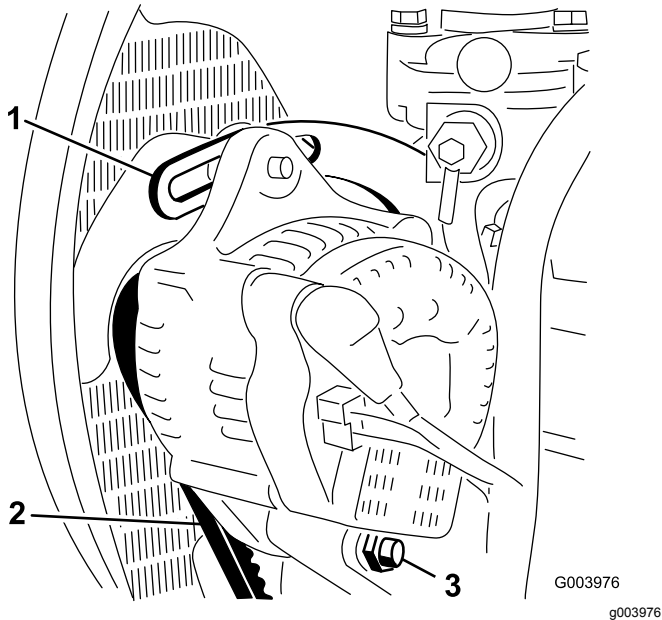

图71
2. 检查交流发电机皮带张紧力的方法使用 10kg 的力按压交流发电机和曲轴箱皮带轮之间的皮带 图71 中间位置。
3. 松开将皮带环形支架固定到发动机 图71 的螺栓以及将交流发电机固定到皮带环形支架上的螺栓和枢轴螺栓。